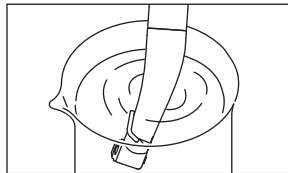

Fig. 11
- 3) (Solo para la X-SG20L / SG20) Sumerja aprox. 20 mm del cabezal de la pieza de mano en agua, y gire la pieza de mano durante unos 15 segundos intercalando la dirección de rotación hacia delante/atrás (Fig. 11)